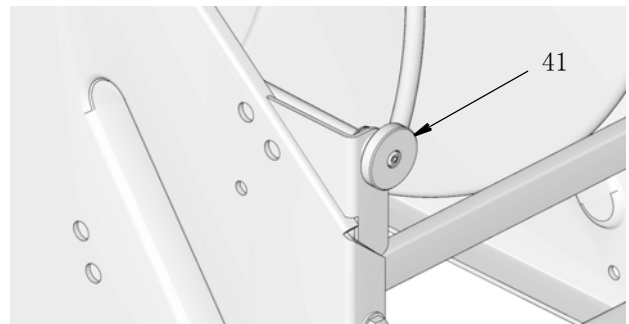

FIG. 26
向左或向右旋转制动旋钮 (41) (FIG. 26)，以放松和收紧制动张力。
- 向右旋转制动旋钮 (41)，以增加 / 收紧制动张力。
- 向左旋转制动旋钮 (41)，以减小 / 放松制动张力。